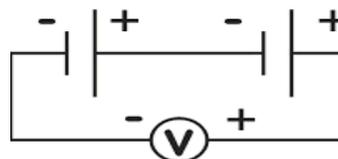

Figura 6.4 Pilas conectadas en serie aditiva
- i) Conecte dos pilas (serie aditiva) según se muestra en la figura 6.4, mida y anote en la tabla 6.4 el voltaje total entre terminales; a continuación repita el mismo procedimiento con 3 y 4 pilas.